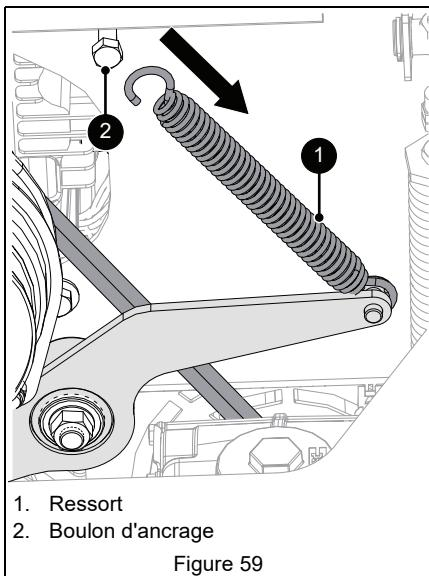

Figure 59
- Désolidariser le ressort du boulon d'ancrage. Voir Figure 59.